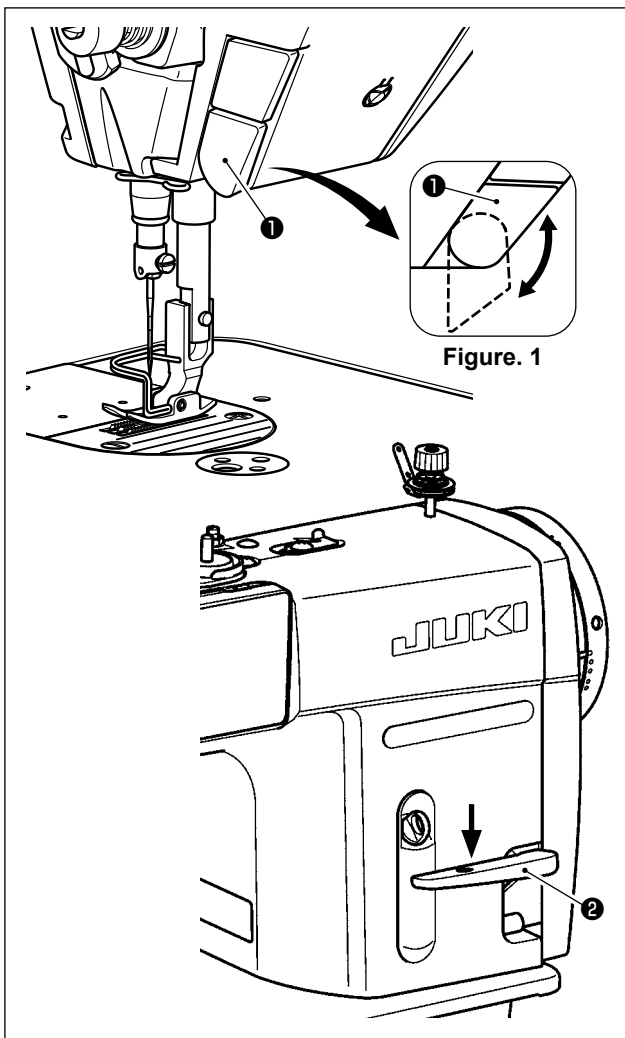

Figure. 1
El interruptor de transporte inverso de un toque ① se puede utilizar en dos posiciones diferentes girándolo. (Figure. 1)